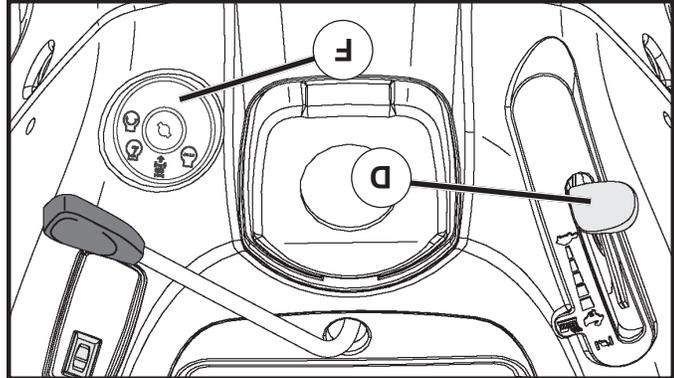

Fig. 7
POUR UTILISER LA COMMANDE DES GAZ (D) (voir la fig. 7)